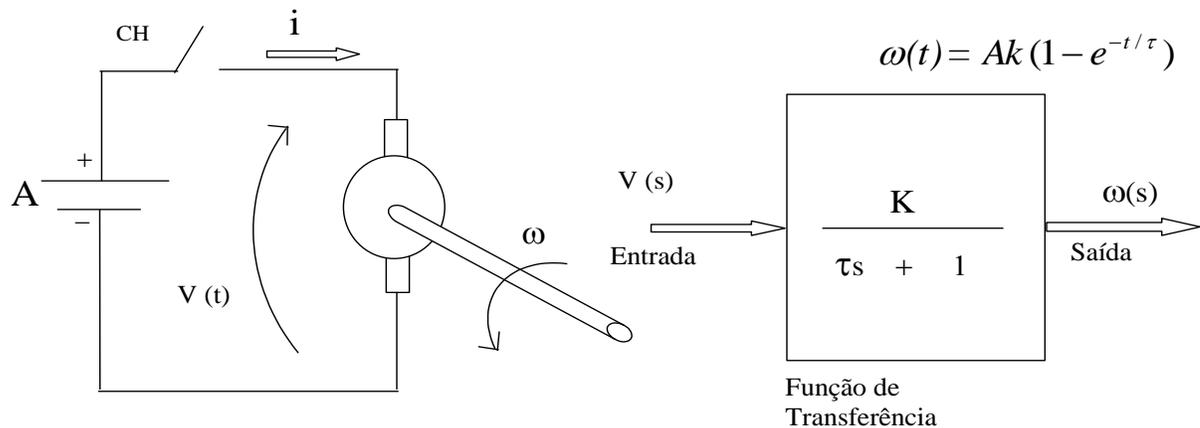
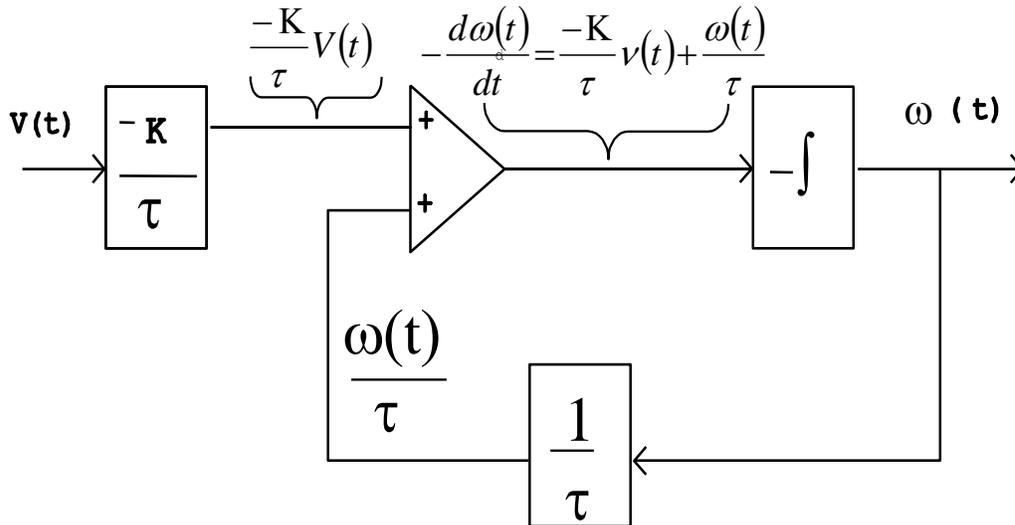

Fig. 1 - Função de transferência de um motor C.C.
Fig. 2 - Representação Analógica de um Sistema de Primeira Ordem.
para uma entrada degrau $V(t)$ com amplitude $V(t)=10$ volts. Comparando-se a equação (4) com a Fig.1, identifica-se $\tau=0,25$ e $K=0,25$. Implemente este sistema dinâmico, montando o esquema eletrônico abaixo, que corresponde ao diagrama da Fig.2, já estudado, com $\tau=k=0,25$.